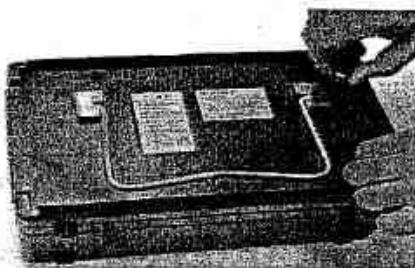

図 4.3.1 電池カバーの外し方
UI-23 本体の電池カバーを図 4.3.1に示すように、止めている2個のローレットつまみを右に回して、この電池カバーを開けます。
- ① この二次電池を0°C付近で使用すると、使用時間が著しく短くなりますので、使用環境にご注意下さい。
- ② UI-23本体の電池カバーを4.3.1で説明した方法に従って開けて下さい。
- ③ 充電した二次電池を4.3.1で説明した方法に従ってUI-23本体に入れて、電池の出力コネクタをUI-23本体の電池コネクタにカチッという音が聞こえるまで押し込んで下さい。
- ④ UI-23本体前面の電源キーを押して、このキーの上のバイロット・ランプが点灯することを確かめて下さい。
- ⑤ 電源キーを1秒以上押して下さい。約5秒後にブルーパック画面が出てきますので、その間お待ち下さい。もし、異常（焦げ臭い匂い、煙、異音等）が感じられた場合は、直ちに電源キーを押して電源をオフにして下さい。その後、UI-23の裏蓋を開けて、電池を取り出して下さい。
- ⑥ さらに約30秒後に探傷图形が主要探傷条件と共に表示されます。図4.3.1に示すように、この画面の右下に電源容量を示すバーグラフが表示されますので、容量を確認して下さい。電源容量を示すバーグラフは、[A]と[B]の二つがありますが、指示は、[A]、[B]及び[D C]の3種類があります。十分に充電された電池パックが2個装着されている場合は、[A]と[B]のバーグラフが緑色、電池パックが1個装着されている場合は、[A]又は[B]のバーグラフだけが緑色に表示されます。UI-23が電池を動作させている場合、このバーグラフは二次電池の残余の概略容量を表示します。この場合のバーグラフ表示の意味は、図4.3.4に示す通りです。